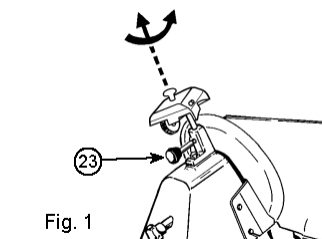
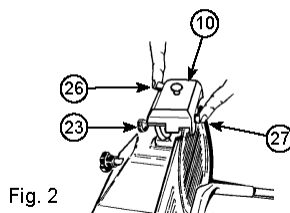
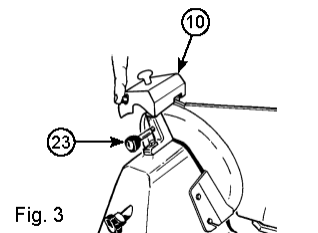

Fig. 1
Fig. 2
Fig. 3
- Verificar se a divisória móvel está fechada (botão graduado (6) na posição "0").
- Desaperte o botão de bloqueio (23) na unidade de afiação (10).
- Levante a unidade de afiação (10), rodando-a 180°, de modo a que ambas as rodas fiquem na posição de trabalho. Ver Fig. 1.
- Baixe a unidade de afiar (10) até esta bloquear.
- Bloqueie a unidade rodando o botão de bloqueio (23). Ver Fig. 2.
- Premir o botão (26) e deixar a lâmina rodar durante cerca de 1 minuto. Com a lâmina parada, verificar se existem rebarbas no bordo.
- Depois de verificar se existem rebarbas, ligue (5) e prima suavemente o botão (27) durante cerca de 3 segundos para remover quaisquer rebarbas produzidas durante a afiação. Volte a colocar o botão graduado (6) na posição "0".
- Após a afiação, volte a colocar a unidade de afiação (10) na sua posição original, veja a Fig. 3, e limpe a borda da lâmina e as rodas com álcool.